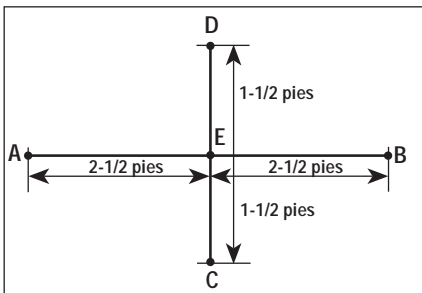

Fig. 1
1. Trace primero una línea recta AB en el material y luego una línea perpendicular CD a través del centro del punto E (Fig. 1).